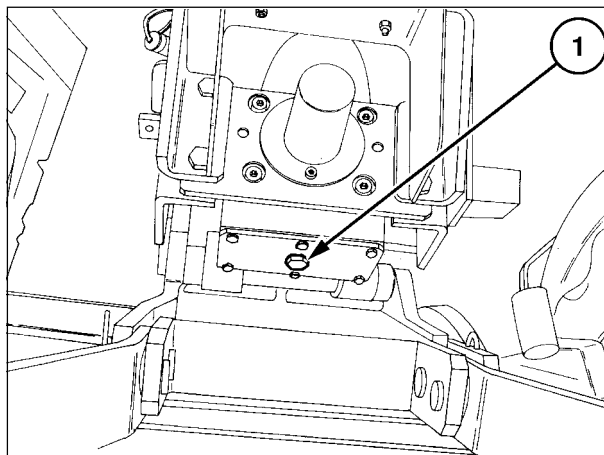
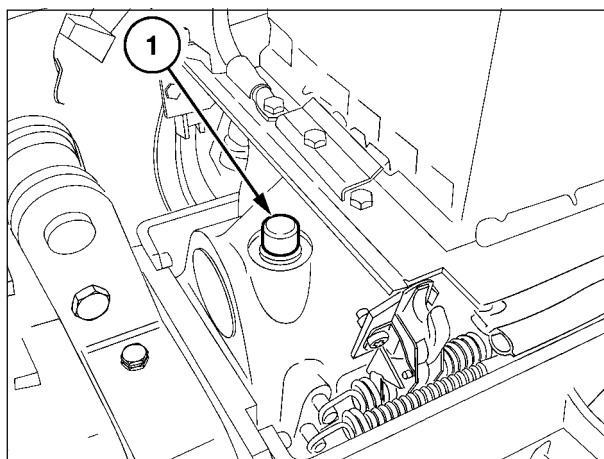

Fig. 53a
Fig. 53b
Baixe os braços do elevador dianteiro e coloque um recipiente adequado de recolha em baixo do tractor. Descarregue o óleo pelo tampão (1-Fig.53a) e abasteça com óleo novo através do tampão (1-Fig.53b). Para efectuar o abastecimento pelo tampão (1-Fig.53b), siga estas instruções.
- Limpe a zona à volta do tampão (1-Fig.53b) e só o tire depois de ter feito esta operação.
NOTA: o tampão (1-Fig.53b) também é utilizado como alívio; antes de o reinstalar, remova a sujidade dele.